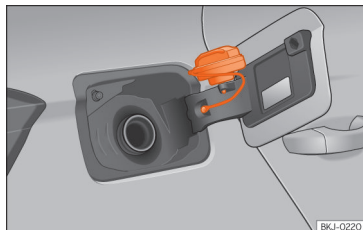

Abb. 155 Tankklappe mit aufgestecktem Tankverschluss.
• Platzieren Sie den Verschluss in der Aussparung, die sich im Scharnier der geöffneten Tankklappe befindet »» (Abb. 155).